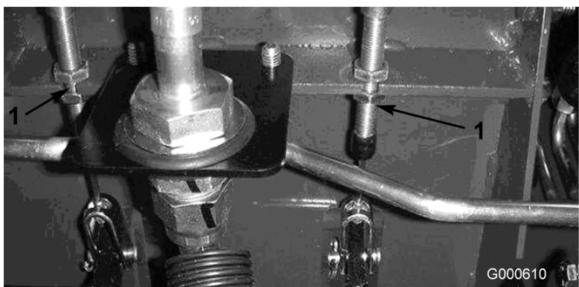

Figura 51
- A. Allentate il dado anteriore sull'estremità filettata del cavo del freno (Figura 51).